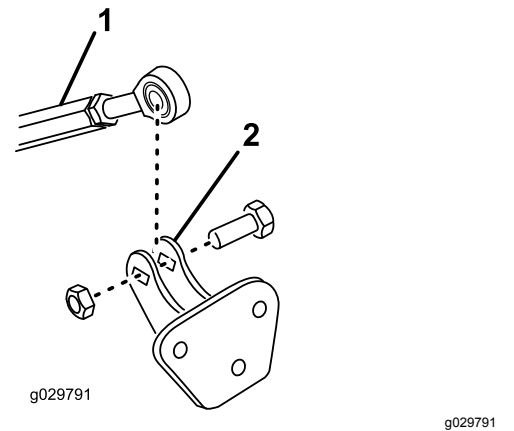

図 10
- ねじ山付きリンクの端をリンクサポートアセンブリに固定する ボルト1/2 x 1-1/2 インチ1本、ロックナット1/2 インチ1個を使用して 図 10 のように取り付ける。